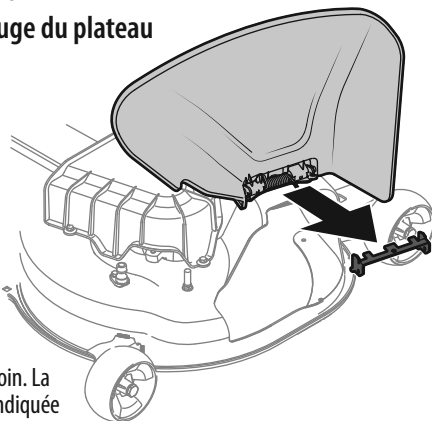

Figure 19
- Repérez le support qui retient le déflecteur d'éjection en position verticale à des fins d'expédition. Retirez le support du déflecteur d'éjection, si présent, avant d'utiliser l'appareil. Relevez le déflecteur d'éjection et maintenez-le dans cette position pour enlever le support. Abaissez le déflecteur d'éjection et jetez le support. Voir Figure 19.